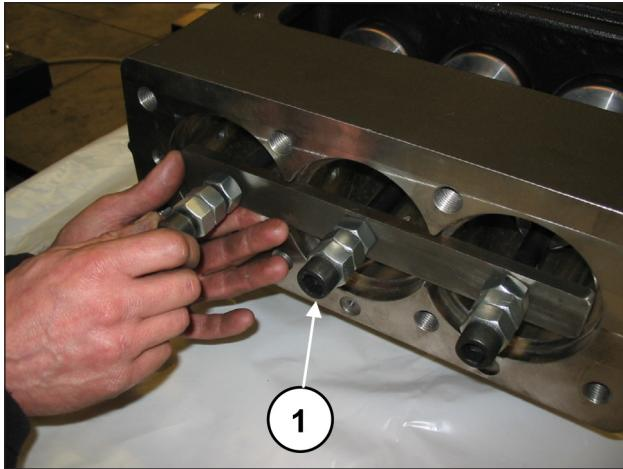
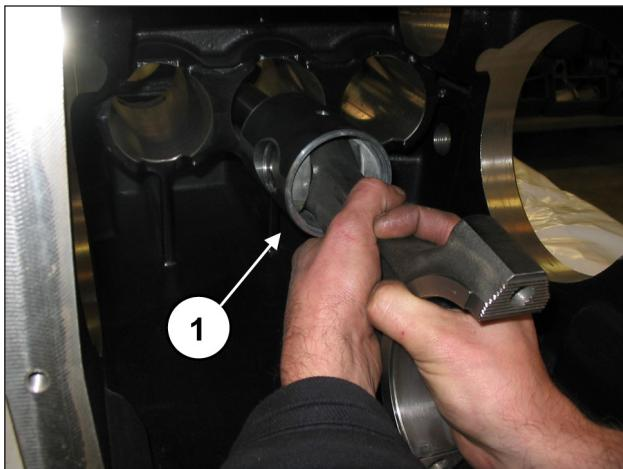

Fig. 40
Fig. 41
Dévisser les vis de l'outil réf. 27566200 pour dégager les bielles (rep. ①, Fig. 40) et dégager les ensembles bielle-guide de piston par l'ouverture arrière du carter (rep. ①, Fig. 41).
Après s'être assuré que le carter est propre, insérer l'ensemble demi-bielle/guide de piston dans les chemises du carter (rep. ①, Fig. 41).
Bloquer les trois groupes à l'aide de l'outil réf. 27566200 (rep. ①, Fig. 40).
Déposer l'outil de serrage des bielles 27566200 (rep. ①, Fig. 40) et faire glisser les bielles vers l'arrière jusqu'à ce qu'elles entrent en contact avec le vilebrequin.